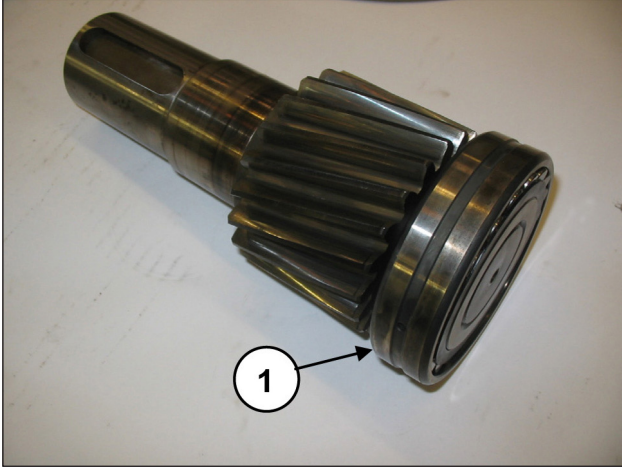
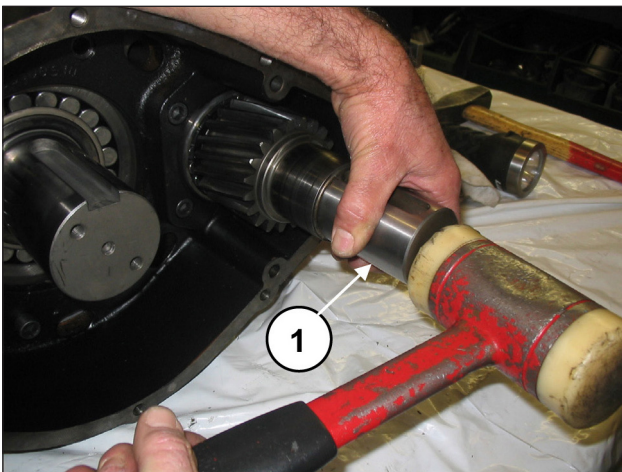

Fig. 60
Fig. 61
Prémonter le coussinet sur le pignon (rep. ①, Fig. 60) et pousser à fond le pignon dans le logement sur le boîtier du réducteur (rep. ①, Fig. 61) à l'aide d'un outil à inertie.